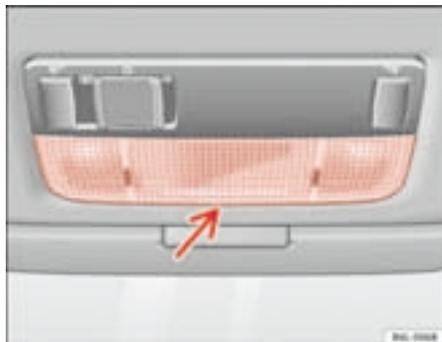

Fig. 162 Luz de lectura delantera
- Introduzca un destornillador fino por su parte plana entre la carcasa y el cristal ⇒ fig. 162.